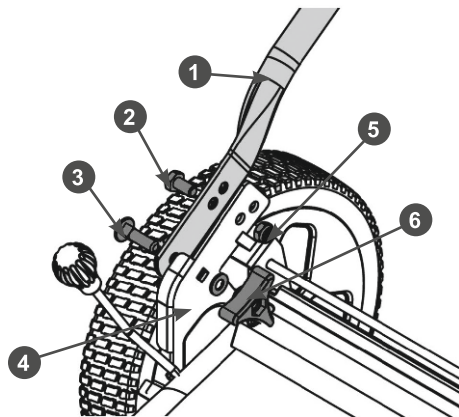

Рис. 3 Установка нижней части рабочей дуги
3. Установите нижнюю часть рабочей дуги. Совместите отверстия в кронштейне и дуге и закрепите нижнюю часть рабочей дуги на кронштейне с помощью болтов и гаек, как показано на Рис. 3.
Для этого установите болт 2 в соответствующую пару отверстий в кронштейне 4 и в нижней части рабочей дуги 1 (Рис. 3). Окончательную затяжку болтов и гаек выполните после установки верхней части руля и проверки наиболее удобного положения руля.